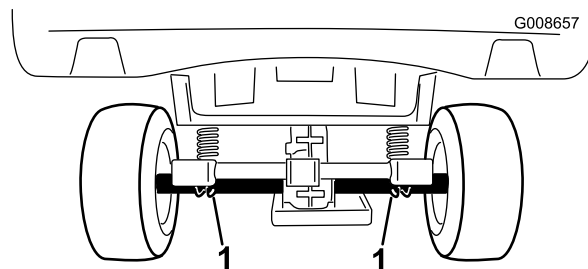

Figura 21
- El punto de elevación de la parte trasera de la máquina está debajo de los tubos del eje (Figura 21).